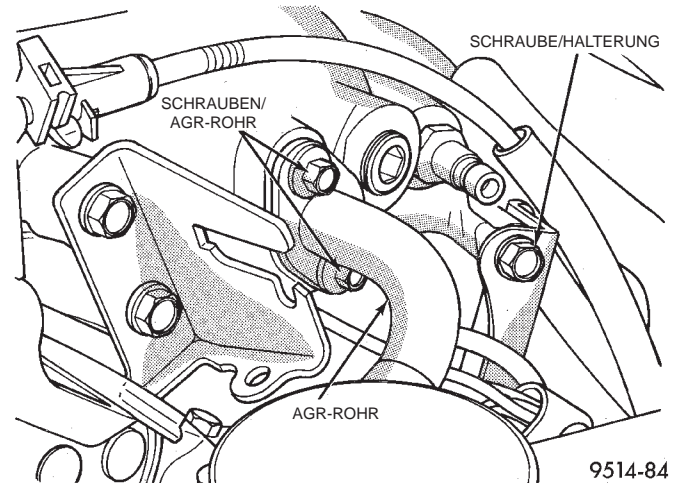

Abb. 12 AGR-Rohr am Ansaugkrümmer
- (1) Die Schrauben herausdrehen, mit denen das AGR-Rohr am Ansaugkrümmer befestigt ist (Abb. 12).